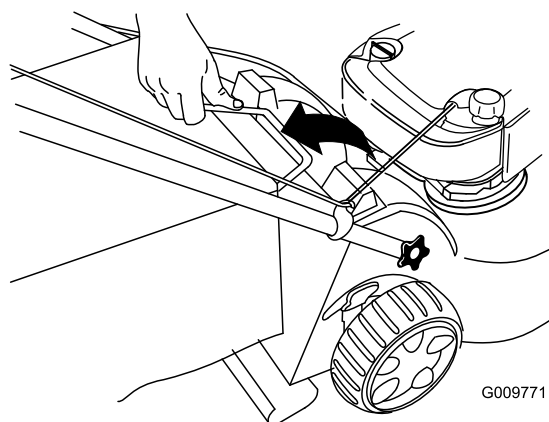

Bild 33
2. Heben Sie den Fangkorbbügel aus den Kerben oben an der Maschine und nehmen Sie den Fangkorb ab (Bild 33).